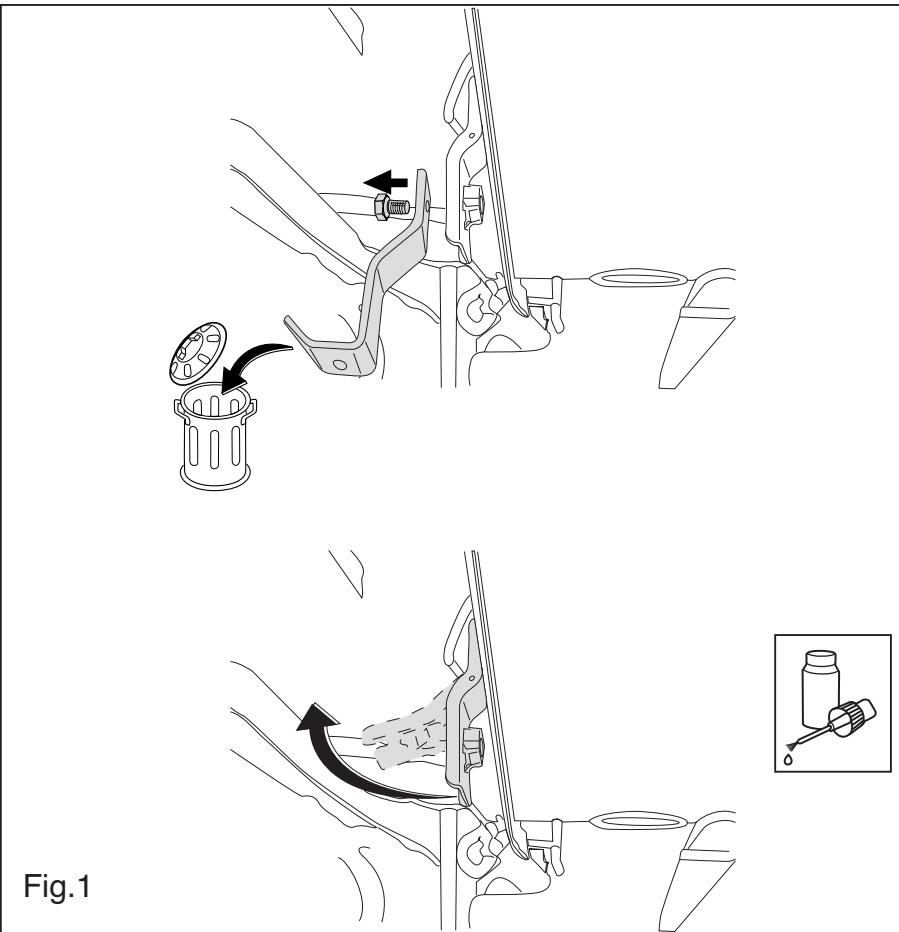

Fig.1
- Oter, si présent, le petit collier de fixation du pare-chocs situé au milieu du pare-chocs. Ce collier ne sera pas réutilisé. Voir la figure 1. Positionner à gauche et à droite les plaques latérales D et E à l'intérieur des longerons de châssis et les fixer à l'emplacement des points A et B sur les trous existants à l'aide de quatre boulons M12x1,25x35, y compris les rondelles grower et les rondelles de blocage. Positionner la poutre transversale entre les plaques D et E qui viennent d'être montées et les fixer à l'emplacement des points F à l'aide de quatre boulons M10x30, y compris les écrous, les rondelles grower et les rondelles de blocage.
1. Demonter, på bøjle, kofangerophænget midt på kofangeren. Dette anvendes ikke mere. Se fig. 1. Anbring sidepladerne D og E i venstre og
1. Mocowanie, gdy obecny, zderzaka znajdujące się dokładnie na środku zdemontować. Element ten nie będzie ponownie wykorzystywany. Patrz rysunek 1. Przyłożyć do podłużnicy z prawej i lewej strony od wewnętrz płyt boczne D i E a następnie korzystając z czterech śrub M12x1,25x35 skręcić wraz z podkładkami sprężynowymi i płaskimi poprzez otwory znajdujące się tam otwory. Belkę haka holowniczego umieścić pomiędzy płytami D i E a następnie skręcić w punktach F za pomocą czterech śrub M10x30 wraz z nakrętkami, podkładkami sprężynowymi i płaskimi.